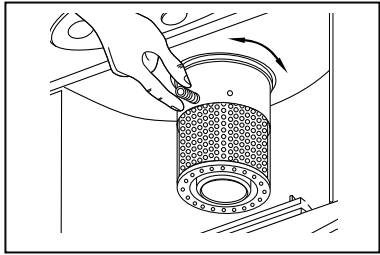

Fig. 4
7. **POSICION DEL QUEMADOR** (fig. 4)